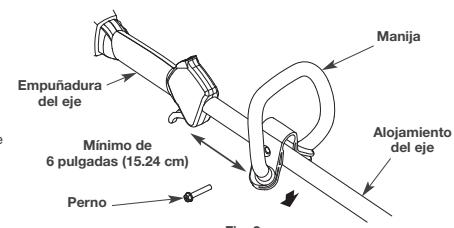

Fig. 2
- Oprima la manija hacia abajo sobre el alojamiento del eje (Fig. 2). El orificio del perno de la manija debe quedar a la derecha.
- Inserte el perno en el orificio del perno y oprímalo para que pase a través de él (Fig. 2). Apriete el perno con una llave tubular de 3/8" pero no apriete por completo.
- Afloje el perno con una llave tubular de 3/8" (Fig. 2).
- Mientras sujetá la unidad en la posición de funcionamiento (Fig. 9), desplace la manija hasta la ubicación que le ofrece el mejor agarre. Ubíquela como mínimo a 6 pulgadas (15.24 cm) del extremo de la empuñadura del eje (Fig. 2).